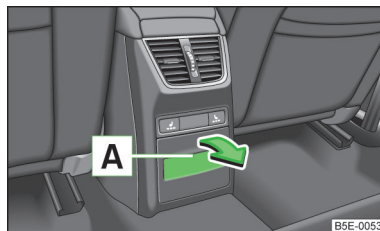

Fig. 75
- Tirar de la parte superior de la cavidad **A** » fig. 75 y abrir el compartimento en el sentido de la flecha.